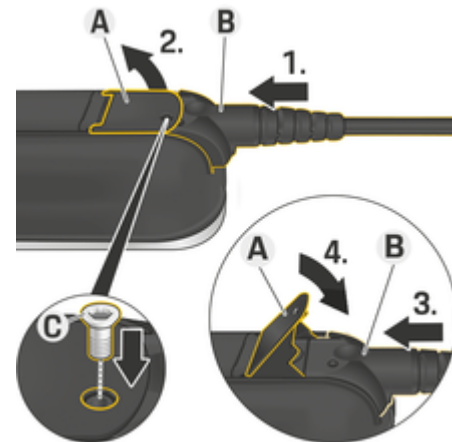

Abb. 9: Kabel befestigen und Stecker fixieren
- ✓ Hebel **A** (Abb. 9) ist geschlossen.
1. Stecker **B** (Abb. 9) bis zum ersten Widerstand in die Bedieneinheit einschieben.
2. Hebel **A** (Abb. 9) anheben.
3. Stecker **B** (Abb. 9) vollständig einschieben.
4. Hebel **A** (Abb. 9) schließen.
5. Stecker **B** (Abb. 9) mit der Schraube **C** (Abb. 9) an der Bedieneinheit festschrauben.